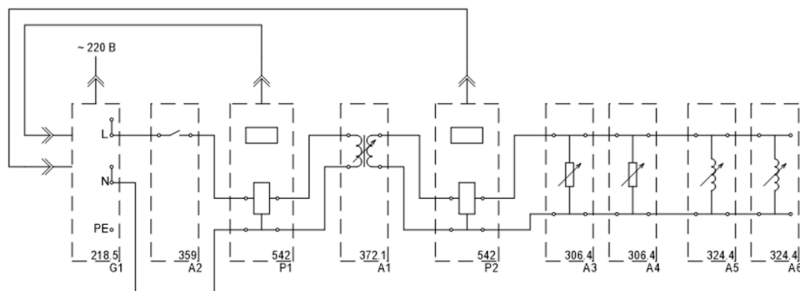

Рис. 2.1. Схема для измерения параметров установившегося режима работы однофазного трансформатора [7, с. 1]
Электрическая схема соединений представлена на рис. 2.1. Она состоит из однофазного источника питания G1 (218.5); автоматического однополюсного выключателя A2 (359); измерителя параметров однофазной сети P1, P2 (542); однофазного трансформатора A1 (372.1); активной нагрузки A3, A4 (306.4); индуктивной нагрузки A5, A6 (324.4).
3. Соедините аппаратуру в соответствии со схемой электрических соединений, приведенной на рис. 2.1.